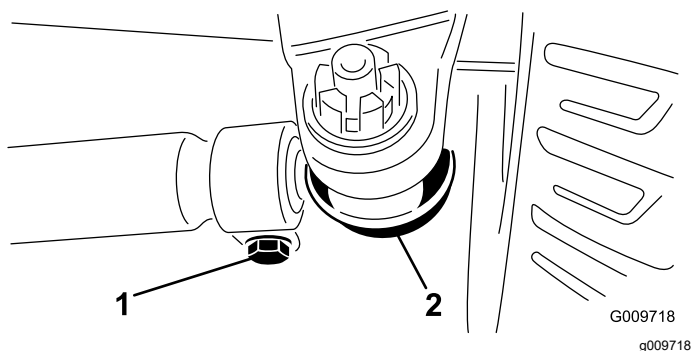

Figura 69
2. Para ajustar, retire la chaveta y la tuerca de cualquiera de las articulaciones esféricas de la biela (Figura 69). Retire la articulación esférica de la biela del soporte del eje.
3. Afloje las abrazaderas en ambos extremos de las bielas (Figura 69).
4. Gire la articulación esférica retirada hacia dentro o hacia fuera una (1) revolución completa. Apriete la abrazadera en el extremo suelto de la biela.
5. Gire el conjunto completo de la biela en el mismo sentido (hacia dentro o hacia fuera) una (1) revolución completa. Apriete la abrazadera en el extremo conectado de la biela.